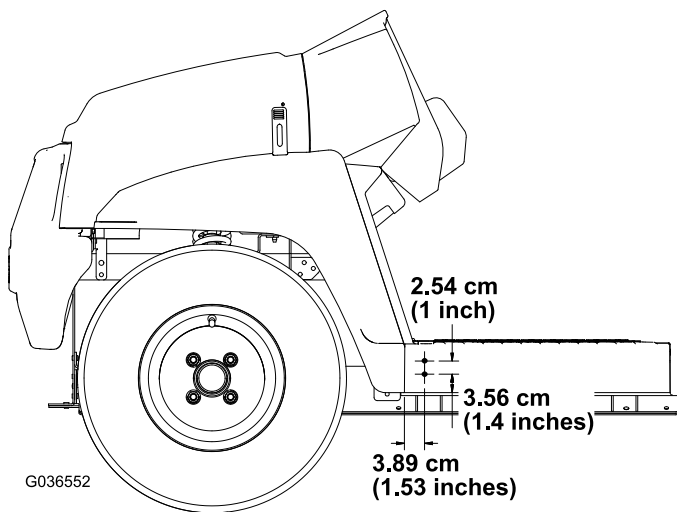

Bild 3
2. Verwenden Sie die in **Bild 3** abgebildeten Abmessungen und bohren Sie zwei 5/16" große Löcher in die Außenseite der Bodenplatte an der linken und rechten Seite der Maschine.